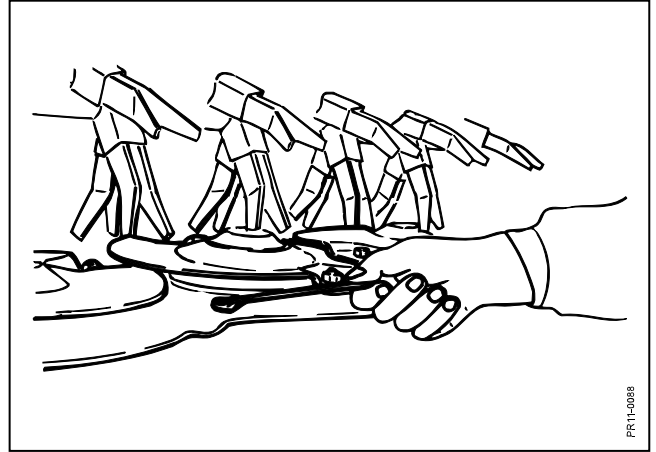

Fig. 5-5
- Fig. 5-5** Bolte ved stenbeskyttere og modskær bør kontrolleres med jævne mellemrum.